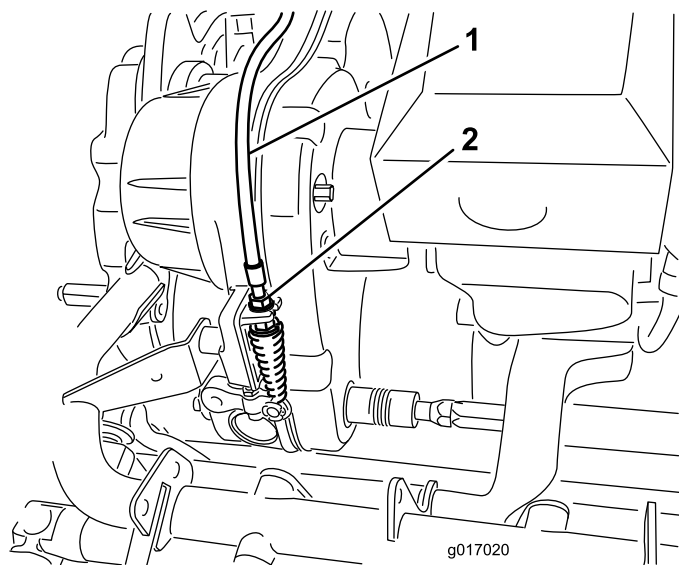

Figura 47
2. Sulla paratia di trasmissione, regolate il cavo di comando del cilindro (Figura 47) in modo da raggiungere la lunghezza della molla di 70,6 - 72,4 mm.